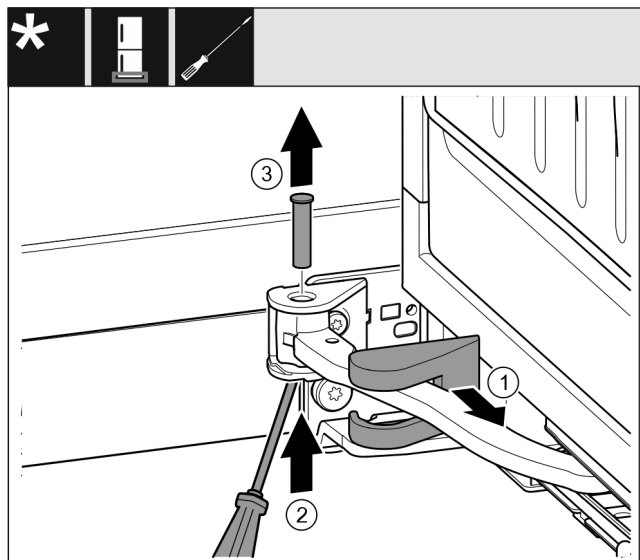

Fig. 15
- Húzza le a csapágybak fedelét, és tolja el a csukló mentén. Fig. 15 (1)
- Emelje meg alulról a csapszeget az ujjával vagy egy csavarhúzóval. Fig. 15 (2)
- Tegye a csavarhúzót a csapszeg feje alá, és húzza ki vele. Fig. 15 (3)